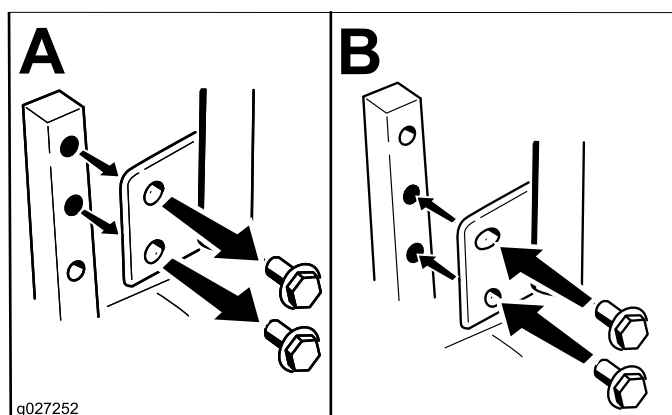

Figura 21
Las palancas de control de movimiento pueden ser ajustadas hacia arriba o hacia abajo para que su manejo sea más cómodo (Figura 21).
2. Afloje el perno inferior lo suficiente para poder desplazar hacia adelante o hacia atrás la palanca de control (Figura 21).